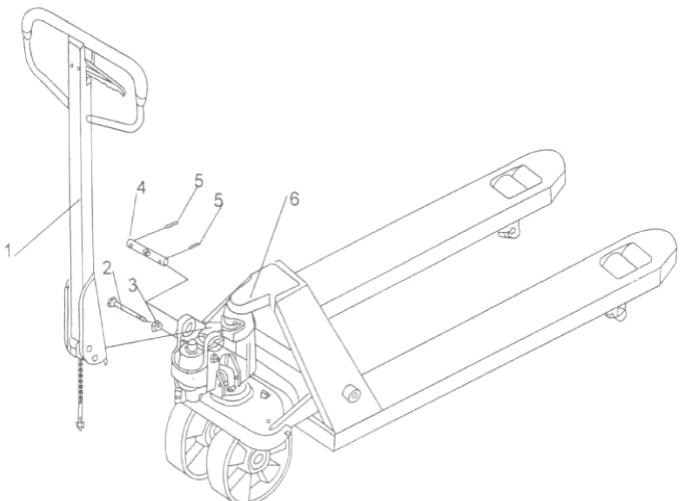

Fig. 5 Asamblarea manetei
- c)** Apăsați brațul timonei în jos; scoateți diblul (2, Fig. 5).
- d)** Setați maneta de control a mânerului în poziția 'RIDICARE', apoi ridicați plăcuța manetei cu bolțul (2, Fig. 5) și introduceți șurubul de reglare în fanta din față a plăcuței. Observație: Țineți piulița de reglare sub plăcuța manetei.
- e)** Folosiți un ciocan pentru a introduce al doilea diblu (5, Fig. 5) în cel de-al doilea orificiu al axului. Bara de tracțiune este acum asamblată la pompă.